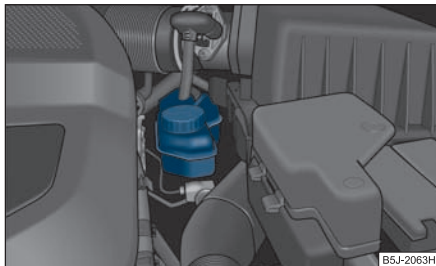

Abb. 184 Motorraum:
- Prüfen Sie den Bremsflüssigkeitsstand am Behälter ⇒ Abb. 184. Der Stand muss zwischen den Markierungen „MIN“ und „MAX“ liegen.